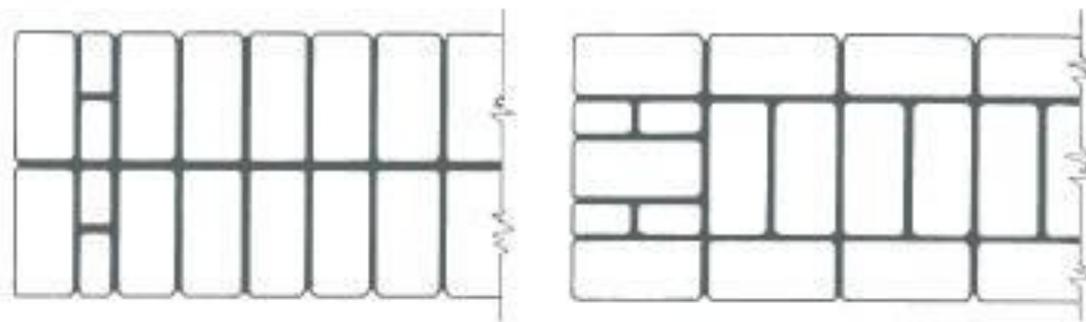

Figura 11. Alvenaria de dois tijolos.
• **De dois tijolos** (de duas vezes - Figura 11) - neste caso, a espessura da parede é múltipla da largura de tijolo.